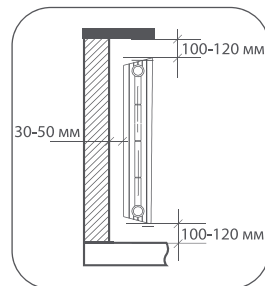

рис. 1
**1. Для эффективной работы радиатора необходимо соблюдать монтажные расстояния, указанные на рис.1**